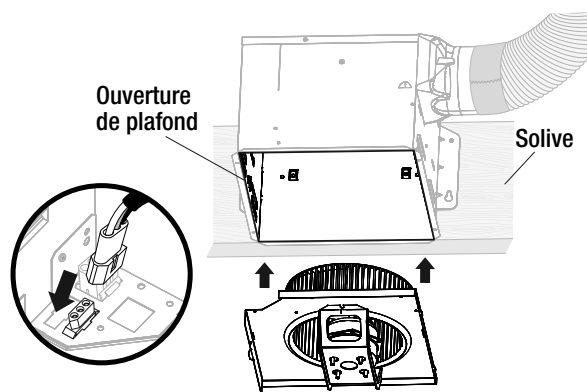

Fig. 18
- Réinstaller l'assemblage du support du moteur. Brancher le moteur dans la prise de courant. Voir la figure 18.